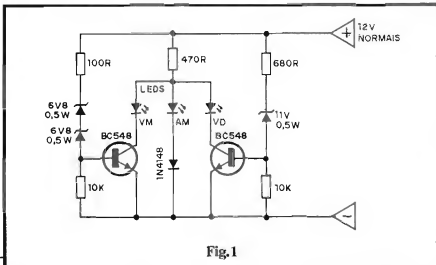
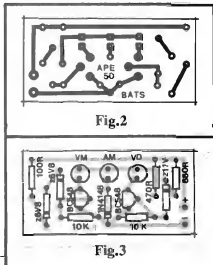
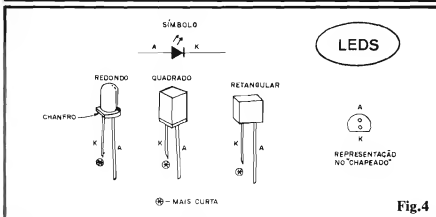

Fig.1
Fig.3
Fig.4
- FIG. 1 - O CIRCUITO - Aproveitando criteriosamente as características de dois transistores super-comuns (admitem diversas equivalências...) tipo BC548, diodos comuns e zener (estes com seus níveis de Tensão rigorosamente determinados...), além dos parâmetros de "queda de voltagem" dos próprios LEDs indicadores (vermelho, amarelo e verde...), um arranjo ao mesmo tempo elementar e preciso
- FIG. 3 - "CHAPEADO" DA MONTAGEM - Ao Leitor iniciante, recomendamos uma pré-leitura atenta às INSTRUÇÕES GERAIS PARA AS MONTAGENS, bem como um acompanhamento do TABELÃO APE, ambos esses encartes permanentemente "começando" os exemplares de APE (lá junto à página de História em Quadrinhos, sempre...). Voltando à parte prática, a figura mostra agora a plaquinha pela sua face não cobreada (que, no KIT ofertado aos Leitores/Hobbystas pela Concessionária autorizada - ver Anúncios específicos, por ali... - vem inclusive com toda a demarcação em silk-screen, facilitando enormemente a interpretação e montagem...), com todos os componentes devidamente estilizados, identificados pelos seus códigos, valores e parâmetros essenciais... Basta seguir com atenção a figura, inserindo os compo-
**FIG. 4 - OS LEDs (DETALHES & INFORMAÇÕES)** - Conforme "insinua" a LISTA DE PEÇAS, nada impede que o Leitor/Hobbysta criativo exerça seu gosto pessoal no **display**, realizando-o com LEDs redondos, quadrados, retangulares (ou em outros formatos disponíveis...), desde que - forçosamente - as cores sejam as indicadas (vermelho, amarelo, verde...). Nossa recomendação estética é que LEDs redondos, de 5 mm, sejam utilizados, porém reafirmamos: Vocês são "livres" para escolher os formatos... Um ponto, contudo, é fundamental: identificar previamente os terminais dos LEDs em função da sua colocação na placa (ver "chapeado" - fig. 3). De um modo geral, o terminal de **catodo** (K) é o **mais curto** dos dois que os LEDs apresentam... Outro indicativo válido: nos componentes redondos (e mesmo em alguns outros formatos, que - porém - apresentem base redonda...) é frequente que o terminal de **catodo** (K) seja identificado pela presença de um pequeno "chanfro" lateral... Todas essas indicações encontram-se claramente feitas na figura 4... Na ilustração, temos ainda o símbolo esquemático dos LEDs (rever fig. 1) e também a estilização geral adotada para representá-los no "chapeado" (válido para qualquer dos formatos...).